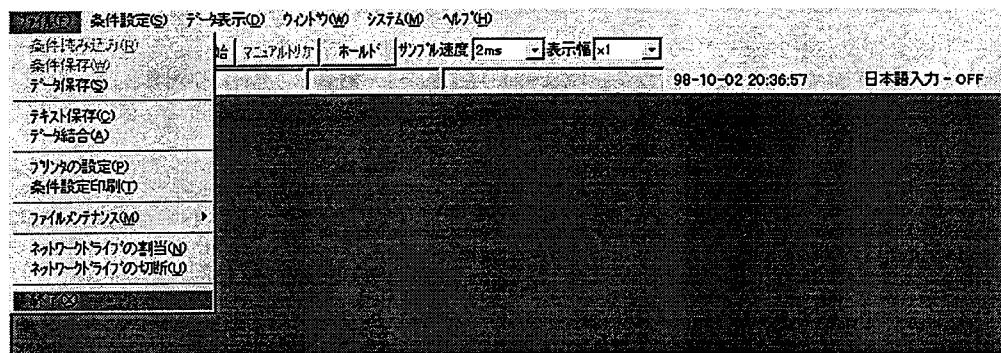

図 2
1. 図 2のメニューbaruからマウスクリックで「ファイル(F)」を選択します。